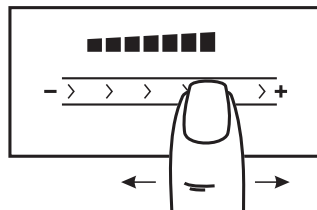

Рис.5
2. Выбор необходимого уровня мощности производится перемещением пальца (или касаясь пальцем в нужном месте) по специальной поверхности ④ - «скользящая кнопка» (рис. 5). Когда уровень мощности меняется, звучит сигнал, а в окне выбранной конфорки отображается мощность от «0» до «9».
1. Работавшую конфорку касанием зоны ② перевести в режим управления.
2. Перемещая палец по поверхности ④ - «скользящая кнопка» измените режим нагрева конфорки (рис. 5).